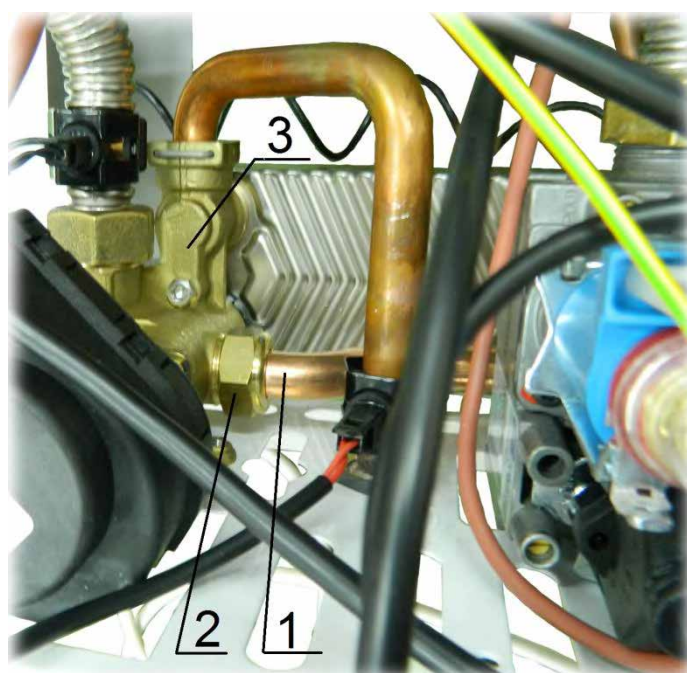

Рис. 28. Демонтаж клапана байпаса
- 4) отвернуть гайку 2 (см. Рис. 28), повернуть трубу 1 и вытащить клапан байпаса из корпуса трехходового клапана 3;